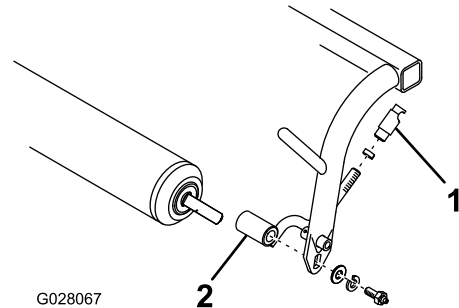

Figure 7
- A. Retirez les fixations qui maintiennent l'arbre du rouleau et les tirants à chaque extrémité du bâti porteur (Figure 7).
- B. Montez le rouleau et les nouveaux tirants sur le bâti porteur à l'aide des fixations retirées précédemment (Figure 7). Positionnez les tirants de traction de manière que le coude soit à l'extérieur.
- C. Montez un écrou de blocage et un logement de rotule sur chaque tirant, comme montré à la Figure 7.